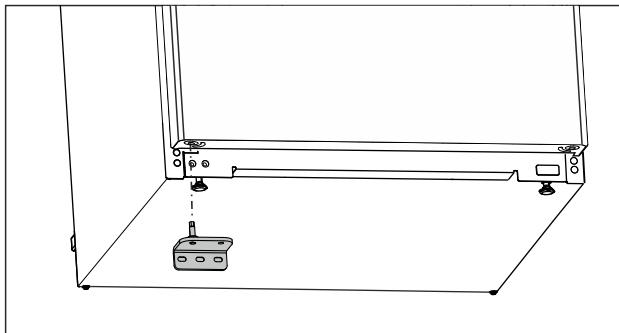

Fig. 20
- Unteren Lagerblock auf der Gegenseite einsetzen. (siehe Fig. 20)